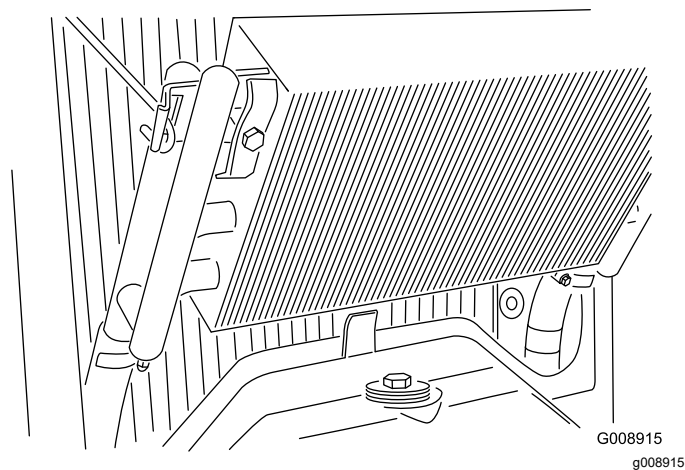

Figure 53
3. Déverrouillez le refroidisseur d'huile et faites-le basculer en arrière (Figure 53). Nettoyez soigneusement les deux côtés du refroidisseur et du radiateur avec de l'eau ou de l'air comprimé. Rabattez le refroidisseur d'huile en position.